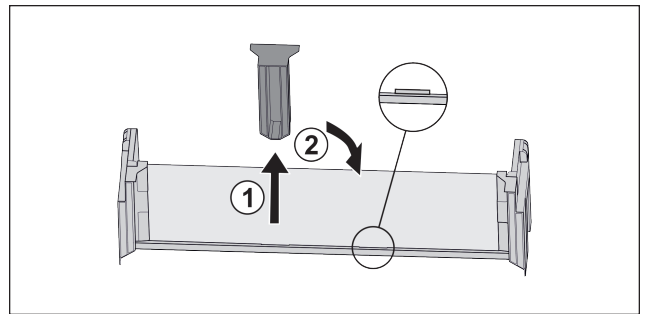

Fig. 54 \*
- ▶ Mittleres Halteteil abziehen Fig. 54 (1).\*
- ▶ Mittleres Halteteil auf zweiter Position einsetzen Fig. 54 (2).\*